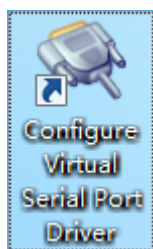

图 1.8 桌面图标显示
(3) 安装成功后，桌面出现虚拟串口软件图标，如图 1.8 所示，然后查看“使用前必读”文件，保证其正常运行。